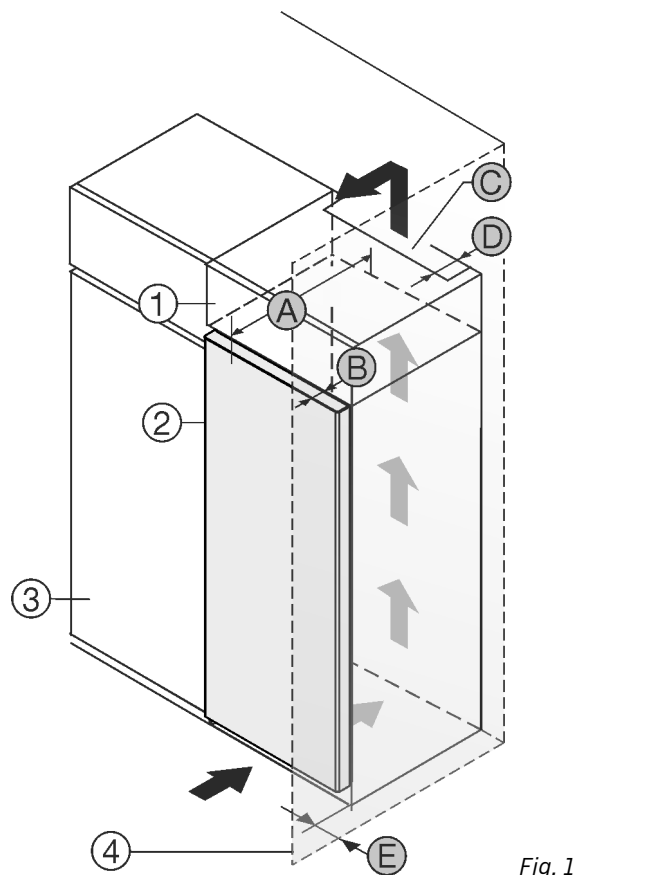

Fig. 1
Пристрій встановити безпосередньо поряд із кухонною шафою Fig. 1 (3).
Зі зворотного боку шафи для встановлення на пристрої слід передбачити вентиляційну шафу завглибшки Fig. 1 (D) на всю ширину цієї шафи.
Слід дотримуватись вентиляційного отвору *Fig. 1 (C)* в стелі приміщення.
Якщо пристрій із шарнірами встановлюється поряд зі стінкою *Fig. 1 (4)*, відстань між пристроєм та стінкою повинна бути не менше 13 мм.
Якщо пристрій із шарнірами встановлюється поряд зі стінкою *Fig. 1 (4)*, відстань між пристроєм та стінкою повинна бути не менше 20 мм.
Щоб мати можливість повністю відкривати дверцята, потрібно, щоб пристрій стояв на відстані глибина дверей *Fig. 1 (B)* відносно передньої панелі кухонної шафи. Залежно від глибини кухонних шаф *Fig. 1 (3)* та використання пристінних розпірок пристрій може ще більше видаватися вперед.